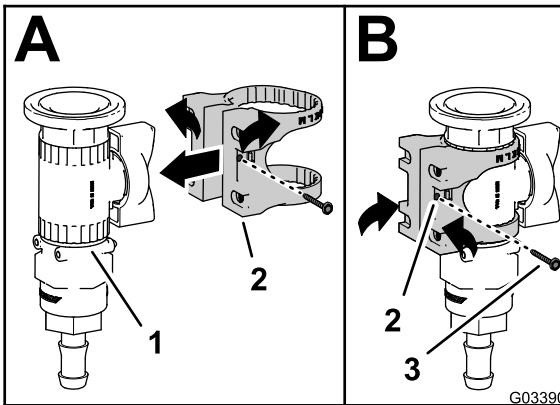

Рисунок 27
1. Установите крепление клапана на регулирующий клапан, как показано на виде А на Рисунок 27.
2. Присоедините крепление клапана к регулирующему клапану при помощи винта с фланцевой головкой (№ 6) и затяните винт от руки (вид В на Рисунок 27).